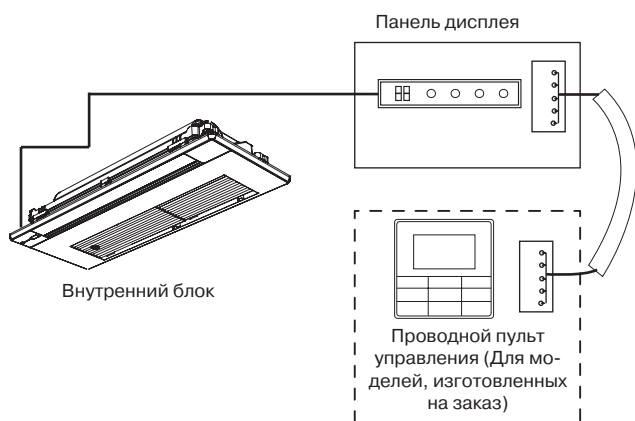

Рисунок 7.5
- Используйте один проводной пульт управления для управления одним внутренним блоком (см. Рисунок 7.5).